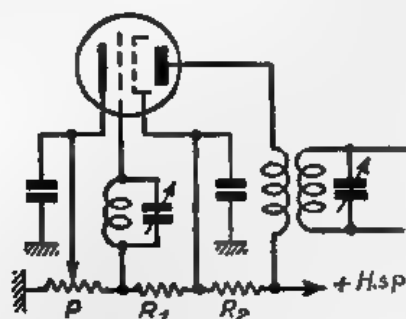

Fig. 104. Regeling van de versterking met behulp van een potentiometer P, die de polarisatie of negatieve voorspanning van de lamp doet variëren.
W. — Dat moet zij doen. Op die manier slagen wij er in de sterkte van de te hooge tonen tot op een normale geluidsterkte terug te brengen... In de praktijk bedient men zich, om de versterking van de lampen met veranderlijke steilheid te regelen, van een toestel, waardoor het met behulp van een potentiometer P (fig. 104) mogelijk is, de negatieve voorspanning te veranderen.